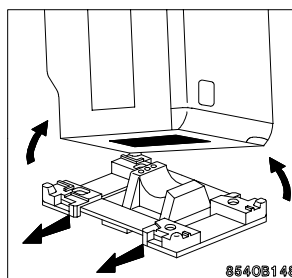

Fig. 1
- Otez l'emballage de l'appareil. Inclinez l'appareil vers l'arrière, faites-le faire un quart de tour sur un des coins arrière pour enlever le socle de transport. Ce dernier se dégage naturellement de l'appareil (fig. 1).